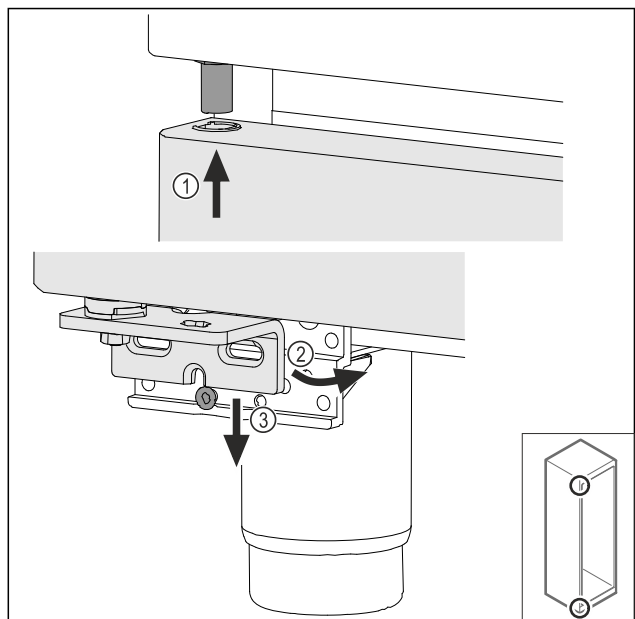

Fig. 47
- Kissé megbillentve fűzze be az ajtót felül Fig. 47 (1), majd igazítsa egyenesbe az ajtót Fig. 47 (2), és helyezze rá az alját a csapágybak csavarjára Fig. 47 (3).